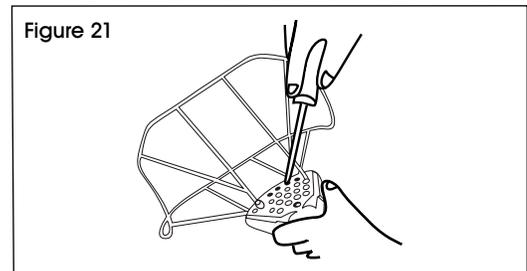

Figure 21
3. Fixez l'ensemble de la cage à la chambre de combustion à l'aide de quatre vis d'installation. (Voir Figure 21)